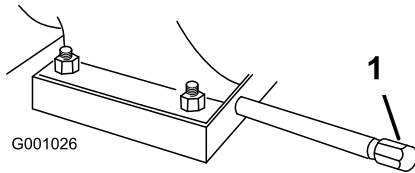

Figure 54
1. Nettoyez la surface autour du bouchon de vidange d'huile (Figure 54).